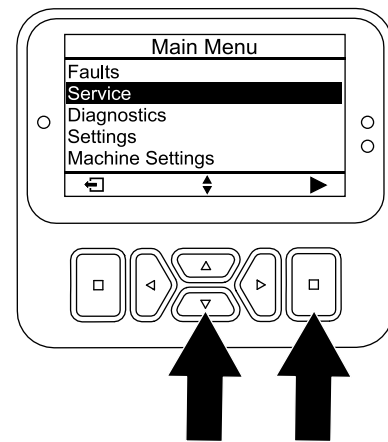

Figura 166
5. Apăsăți butonul jos până când este selectată opțiunea SERVICE, apoi apăsați butonul de selectare (Figura 166).